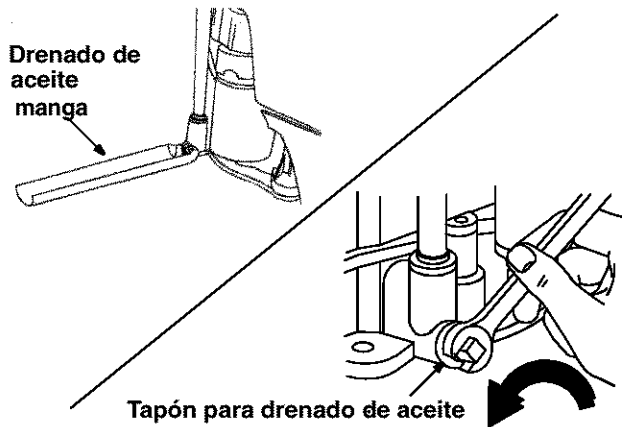

Figura 22
1. Para drenar el aceite, coloque el extremo pequeño de la manga de drenado en el cárter. Ver Figura 22.
2. Con el motor apagado, pero todavía caliente, retire el tapón de drenado como se muestra en Figura 22 y vacíe el aceite en un contenedor apropiado.